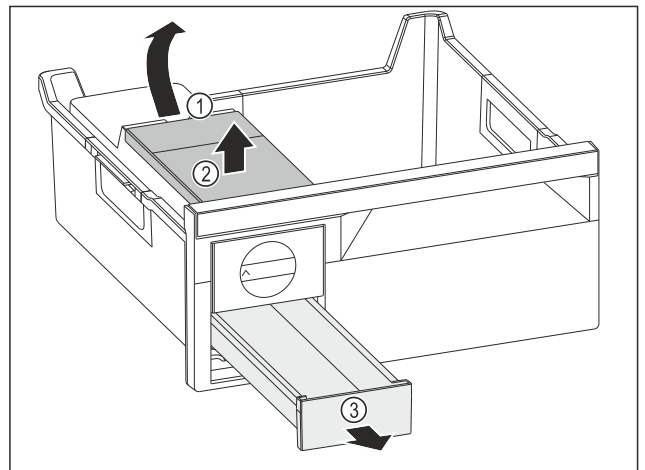

Fig. 171
- ▶ Vađenje spremnika za vodu: Podignite spremnik za vodu na otvoru Fig. 171 (1).
- ▶ Izvadite spremnik za vodu Fig. 171 (2) prema gore.
- ▶ Izvadite ladicu Fig. 171 (3) prema naprijed.